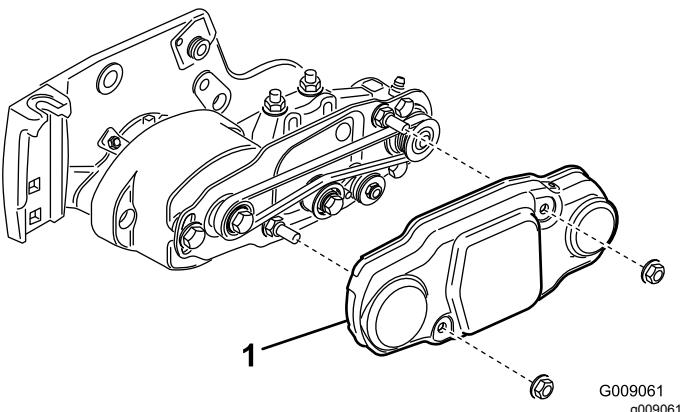

図 18
25. ベルトカバーを取り付けボルトに取り付けてフランジナット2個で固定する図18。